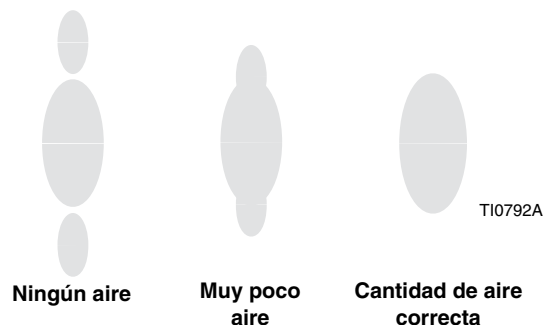

FIG. 15
5. Al disparar, ajuste la presión del aire de pulverización a aproximadamente 5 psi (3,5 kPa, 0,35 bar). Inspeccione el chorro de pulverización, hasta que las colas estén completamente atomizadas y dentro del chorro de atomización. Vea FIG. 15. En general, una presión de aire de 7 a 10 psi (4,9 a 7,0 kPa, 0,49 a 0,7 bar) es suficiente para atomizar las colas, especialmente con los materiales de baja viscosidad. Si ajusta la presión de aire a un valor demasiado alto, el material se acumulará en el cabezal de aire y se reducirá la eficacia de transferencia. No exceda una presión de aire a la pistola de 100 psi (0,7 MPa, 7 bar).